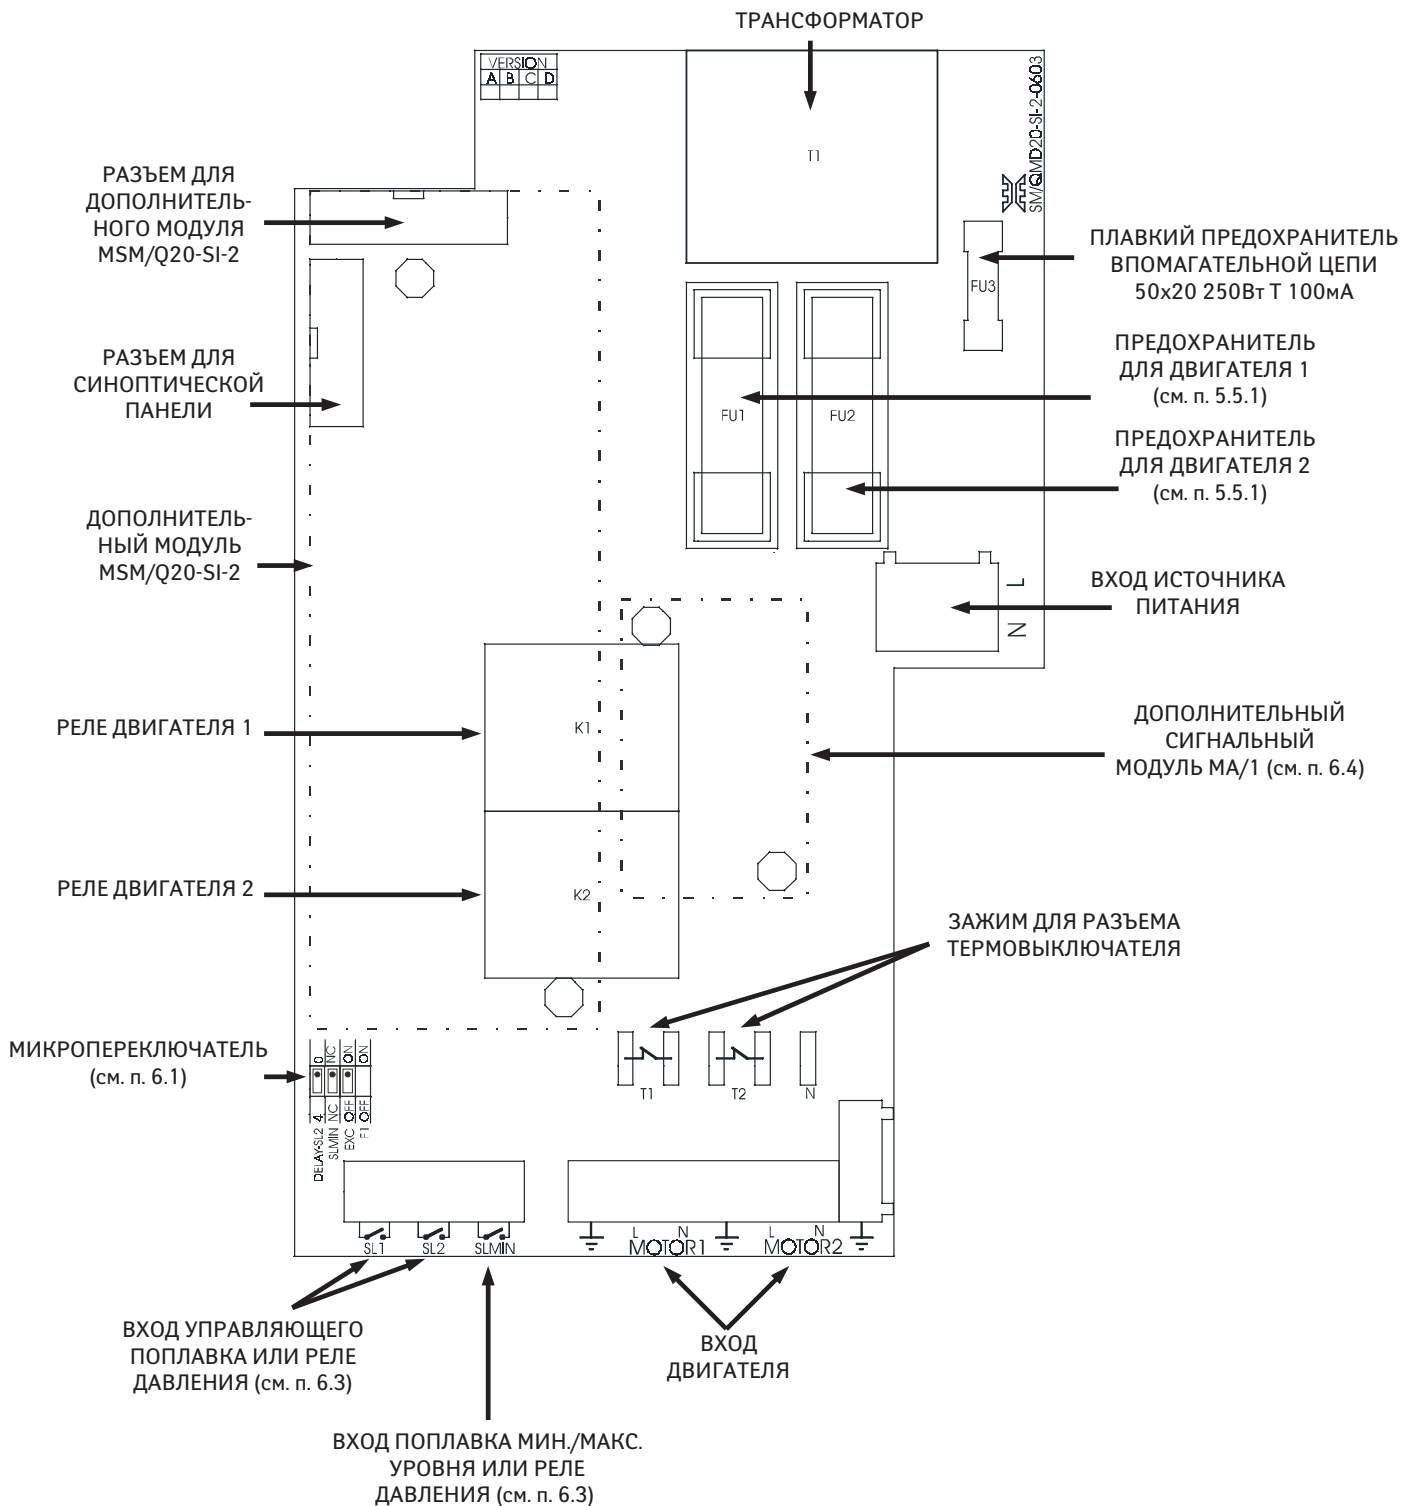

Рисунок 7
- Управляющие входы SL1, SL2 и SLMIN (см. рис.7) сигнализируют о необходимости старта или остановки двигателя на пуль управления;